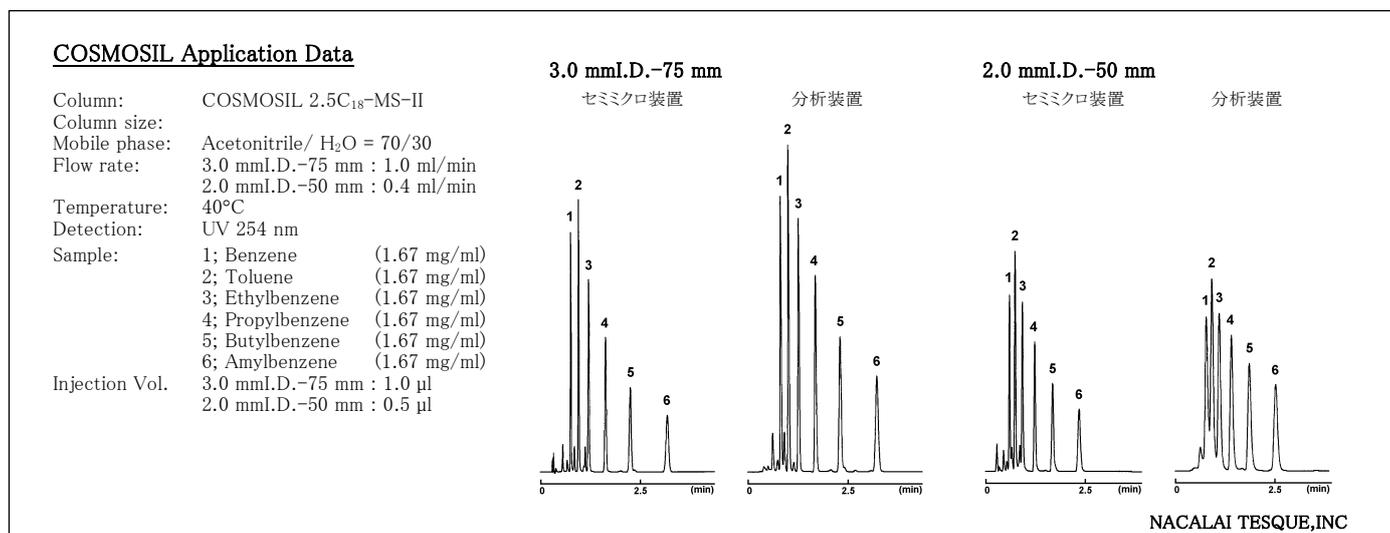

図2 使用装置の影響
- (3) 内径 2 mm カラムをご使用の場合は、セミマイクロ対応の検出セル、インジェクター、および配管 (0.1 mm) をご使用ください。【図2参照】